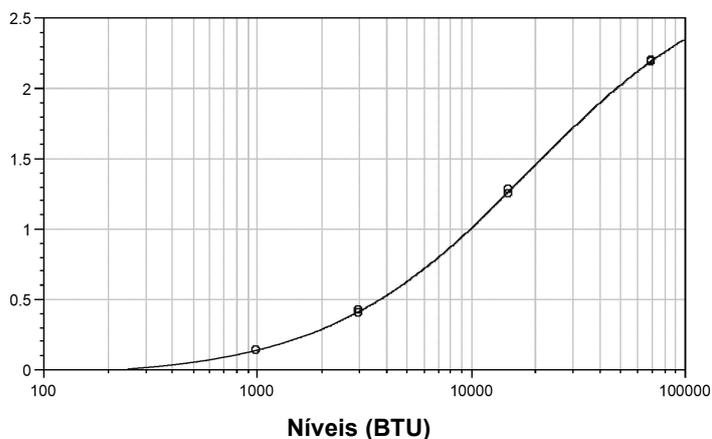

Figura 1
- Subtrair o valor da densidade óptica (DO) dos brancos de cada poço de controle/amostra. Calcular o nível de anticorpos anti-MAG dos controles/amostras em cada poço, em BTU, usando a curva-padrão gerada.
*Nota: Os resultados apresentados na Tabela 6 e na Figura 1 são exemplos fornecidos apenas para fins de demonstração. Uma curva de calibração deve ser gerada para cada conjunto de amostras a ser testado.*